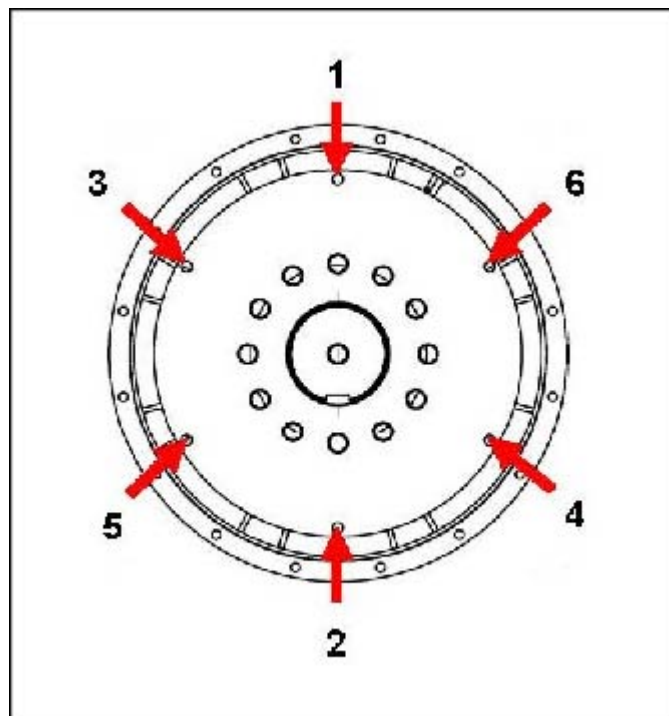

图 18. 飞轮固定顺序
10. 按照所示顺序拧紧螺栓以将耦合盘固定到飞轮上 图 18 位于页面 目录 27